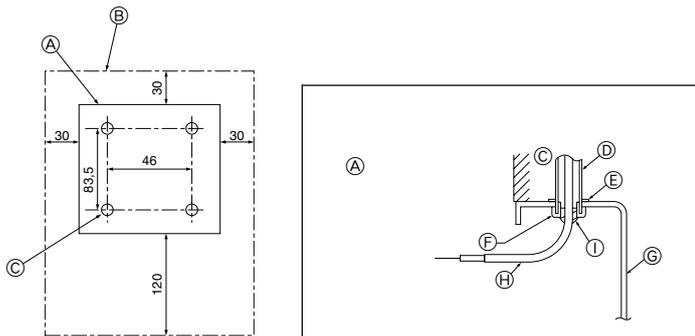

Fig. 7-6
- Selezionare un luogo adatto per l'installazione del comando a distanza. (Fig. 7-6)